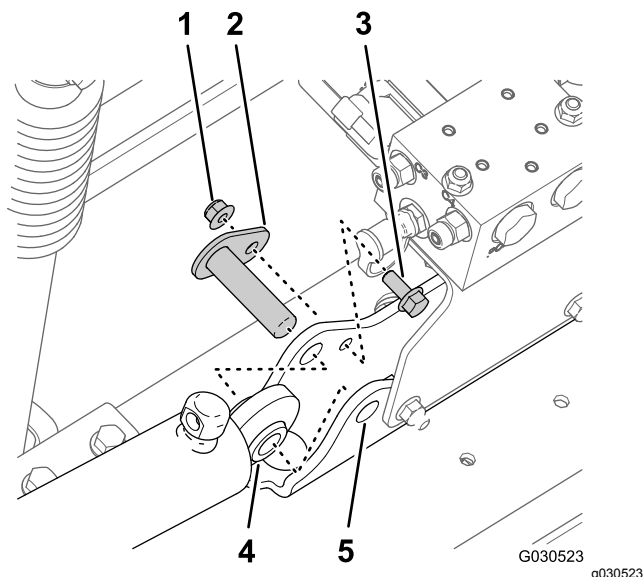

Figura 64
4. Retire a porca de bloqueio flangeada (5/16 pol.) e o parafuso de cabeça flangeada (5/16 x 3/4 pol.) que prendem o pino de articulação à montagem do cilindro (Figura 64).
5. Retire o pino de articulação e o cilindro de elevação da máquina (Figura 64).